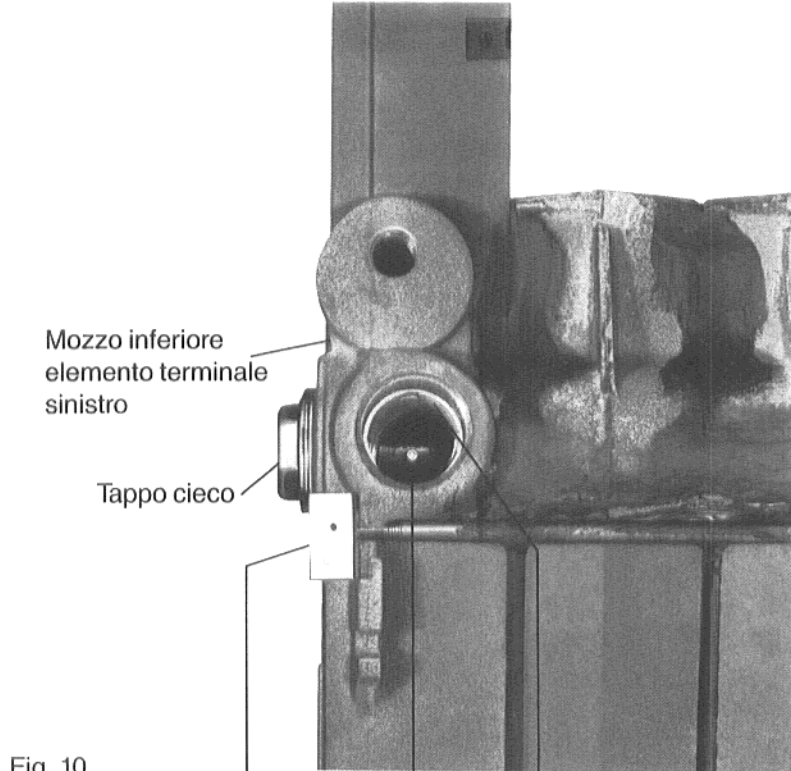

Fig. 10
- Togliere entrambi i tappi ciechi destro e sinistro del blocco caldaia (Fig. 10).
- Svitare la vite con testa a croce nel «Tubo alimentatore» per mezzo di un cacciavite a presa magnetica (Fig. 10 e 11).